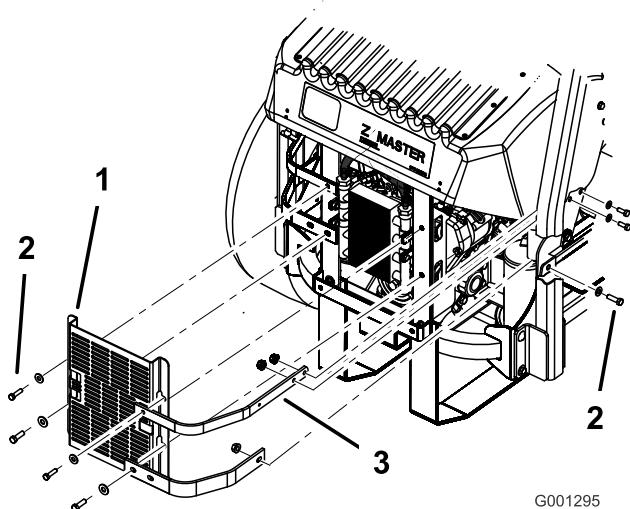

Figure 60
3. Enlevez les 4 boulons qui fixent l'écran du refroidisseur dhuile au bâti arrière (Figure 60).
4. Enlevez les 3 boulons qui fixent les barrettes du moteur au côté de la machine (Figure 60).
12. Montez lécran du refroidisseur dhuile et les barrettes du moteur sur le bâti arrière au moyen des 4 boulons retirés précédemment (Figure 60).
13. Fixez les barrettes du moteur au côté de la machine (Figure 60).